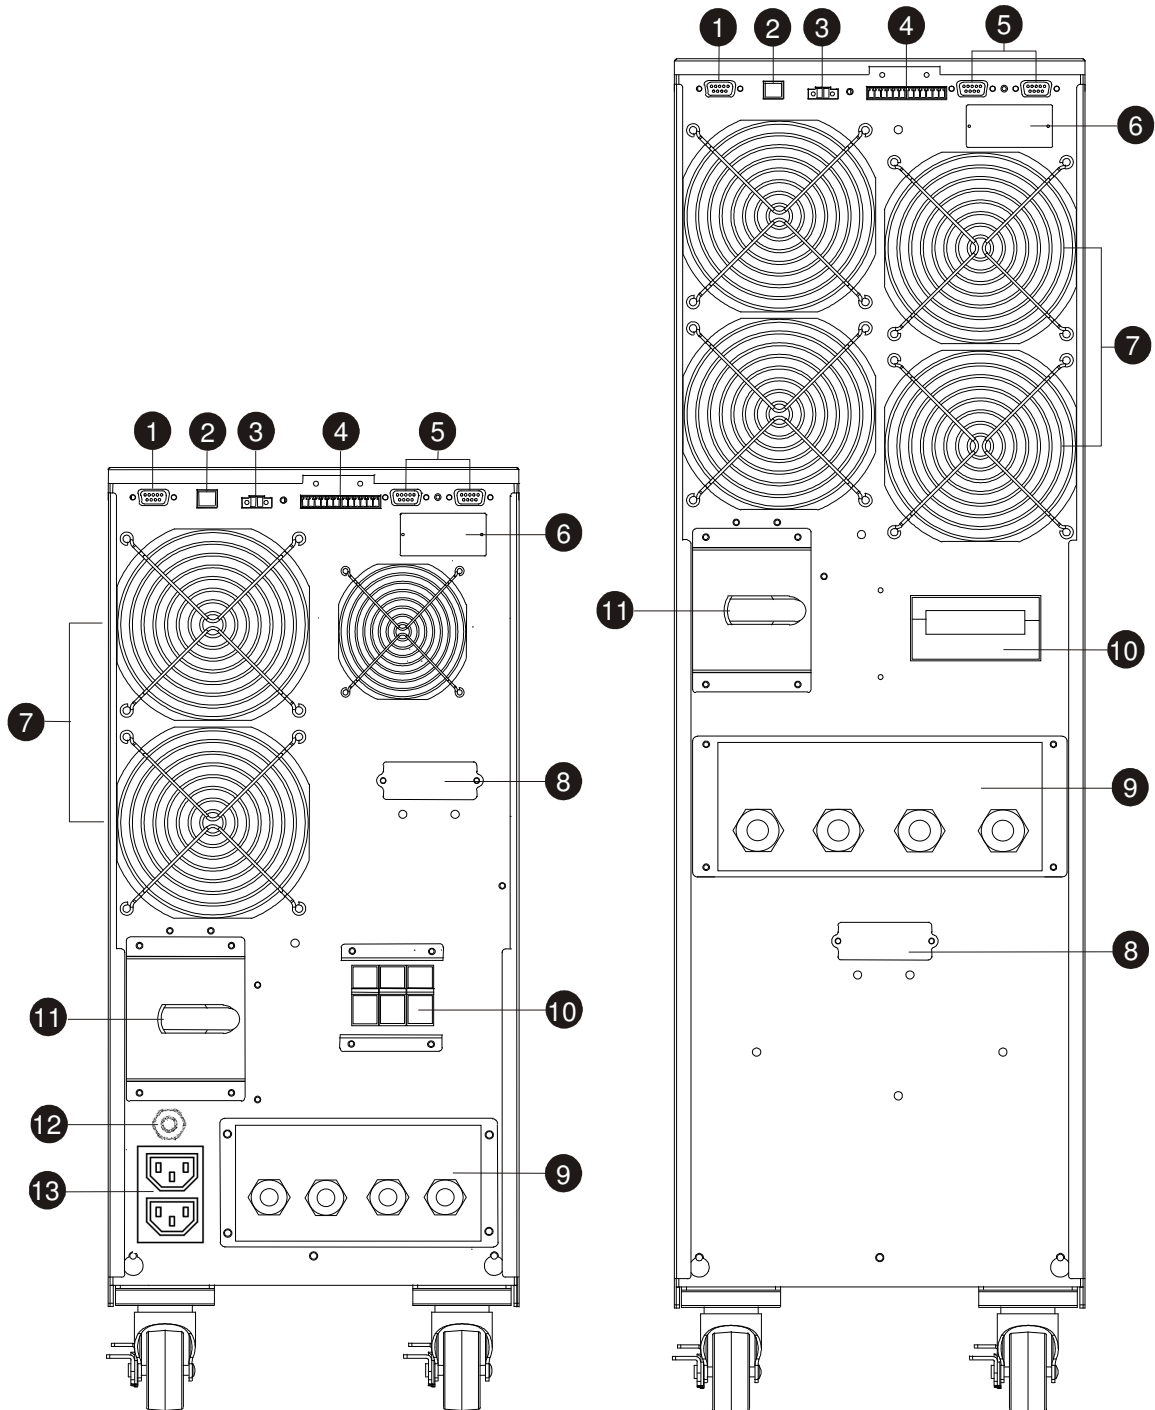
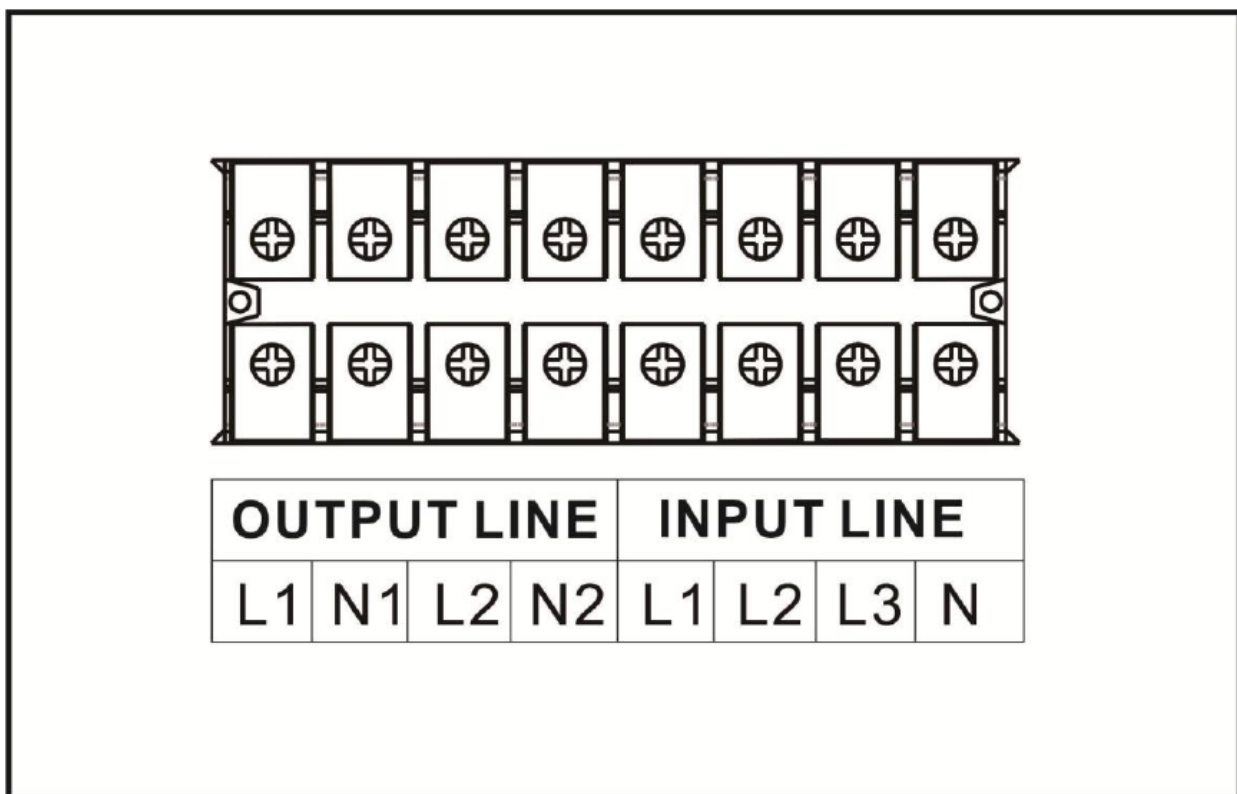

Figura 4 - Pannello Posteriore (a sinistra: EVO DSP PLUS TM 10 KVA; a destra: EVO DSP PLUS TM 15/20 KVA)
Figura 5 - Morsettiera d'Ingresso/Uscita
9. **Pannello metallico di accesso alla morsettiera d'Ingresso/Uscita:** rimuovendolo si accede alla morsettiera per i collegamenti d'Ingresso/Uscita (vedi figura 5).
1. L'interruttore Ingresso Rete sul retro sia "OFF" (vedi figura 4).
1. Togliere il pannello metallico di accesso alla morsettiera d'Ingresso/Uscita, posto in basso sul retro (vedi figura 4). La morsettiera d'Ingresso/Uscita è illustrata in figura 5. Tutti i cavi che verranno collegati alla morsettiera devono arrivare alla morsettiera entrando dagli appositi fori sul pannello metallico.
2. Procedere al collegamento della linea d'Ingresso (INPUT LINE) facendo attenzione alla corretta polarità e alla corrispondenza con le sigle dei morsetti riportate in figura 5, come spiegato sotto:
- ▶ Rimuovere il pannello metallico di accesso al connettore per il Box Batterie Esterno, posto sul retro dell'UPS (#8, figura 4).
- ▶ Collegare il cavo Batterie al connettore per il box Batterie Esterno (#8, figura 4) sul retro dell'UPS.
1. Controllare che l'interruttore Ingresso Rete sul retro sia in posizione "OFF" (vedere figura 4).